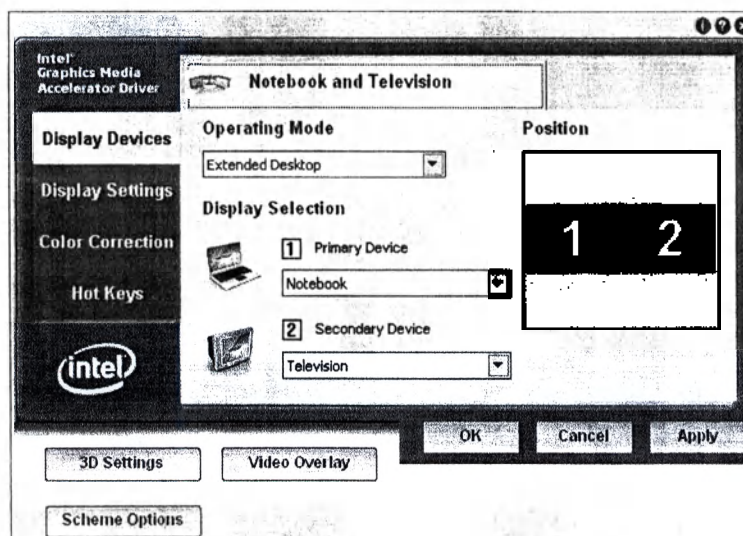

Рисунок 3-5.
3) Выберите «Notebook» (блокнот) в качестве «Primary Device» (первичное устройство) и выберите «Secondary Device» (вторичное устройство) в виде «Television» (телевидение), а затем нажмите «apply» (применить). См. рисунок 3-5.